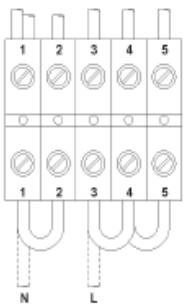

Рис. 9
Для этого необходимо выполнить следующие операции: (см. Рис. 9)
7 – Убедитесь, что колбы (11) (Рис. 9) термометра, регулировочного и предохранительного термостатов правильно расположены в стаканах (12).